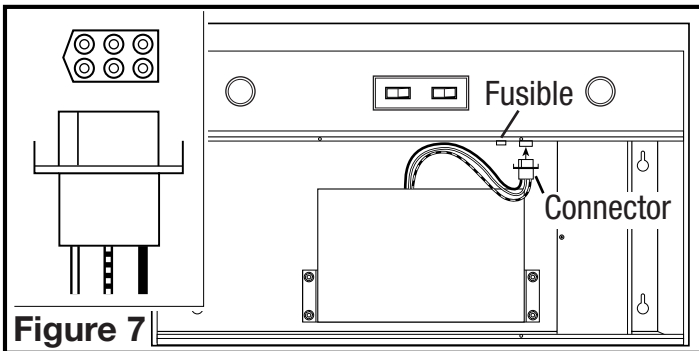

Figure 7
3. Branchez le ventilateur au connecteur approprié sur le côté du compartiment de fils. Le branchement ne pourra se faire que dans un seul sens (**Figure 7**).
1. Pour remplacer la fusible, tournez vers la droite le dessus de la fusible localisée à coté du fil conducteur et tirez. Remplacez avec une fusible de 125 volts, 3 ampères max. Remettez la fusible dans son emplacement (Figure 7).